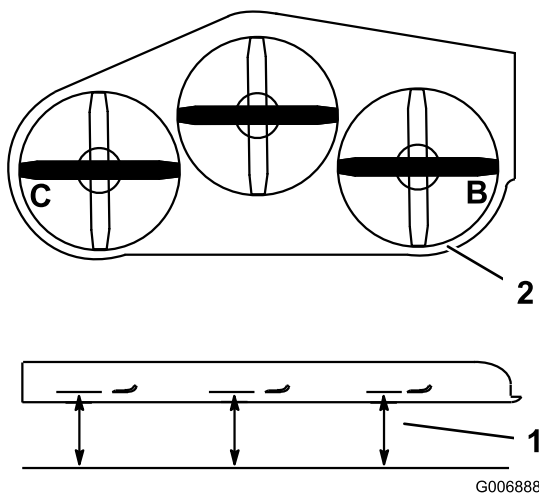

Figura 97
1. Posicione a lâmina **direita** na horizontal (Figura 97).
2. Meça a lâmina direita no local **B**, de uma superfície plana à extremidade de corte da ponta da lâmina (Figura 97).
4. Posicione a lâmina esquerda na horizontal (Figura 97).
5. Meça a lâmina esquerda no local **C** (Figura 97), de uma superfície plana à extremidade de corte da ponta da lâmina.